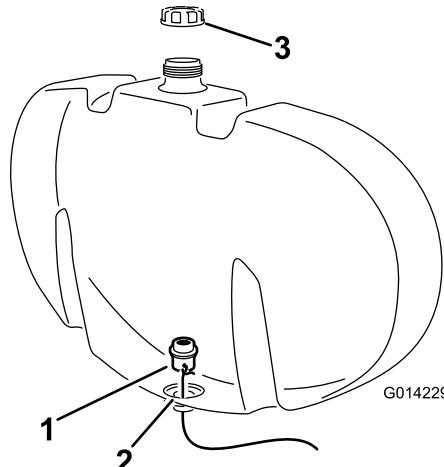

Bild 7
- E. Verlegen Sie das Schott-Anschlussstück mit dem Draht zum offenen Loch unten im Behälter (Bild 7).
- F. Bringen Sie das Schott-Anschlussstück in die richtige Stellung und stellen Sie sicher, dass die durchsichtige Dichtung an der Innenwand des Spülbehälters anliegt (Bild 7).